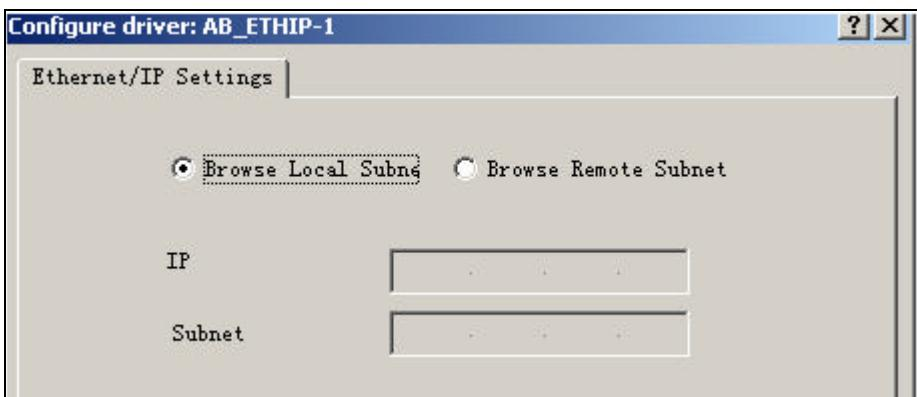

图 5-19 添加 Ethernet/IP 驱动
(7) 点击 Add New...添加新的 Ethernet/IP 驱动 , 如图 5-19 所示 , 点击确定。